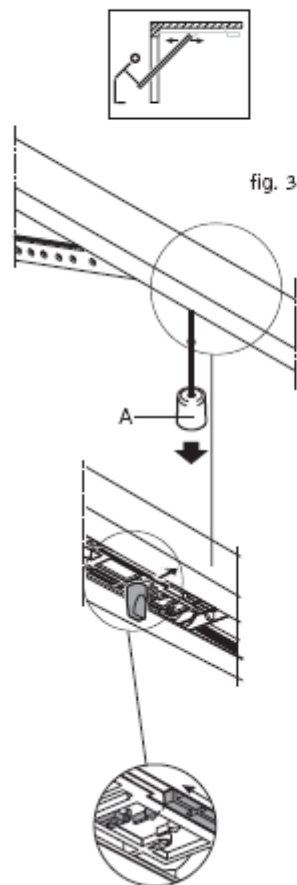

fig. 3
- Tire de la cuerda para desbloquear 'A'. El carro de arrastre quedará desenclavado. Ver fig.3.